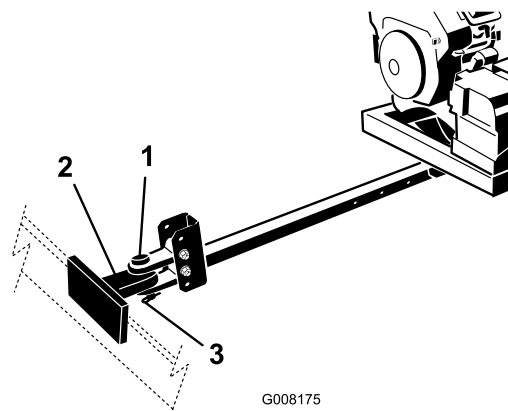

Figura 6
7. Conecte la horquilla de enganche del soplador al enganche del vehículo de remolcado con el pasador de enganche y el pasador de seguridad (Figura 6).